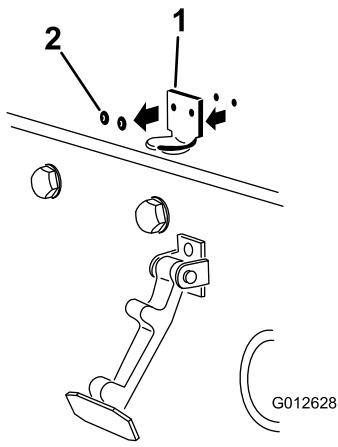

图 5
2. 卸下将机罩门锁支架固定至机罩的 2 个铆钉 (图 5)。
注意 锁定支架必须紧贴机罩 (图 5)。